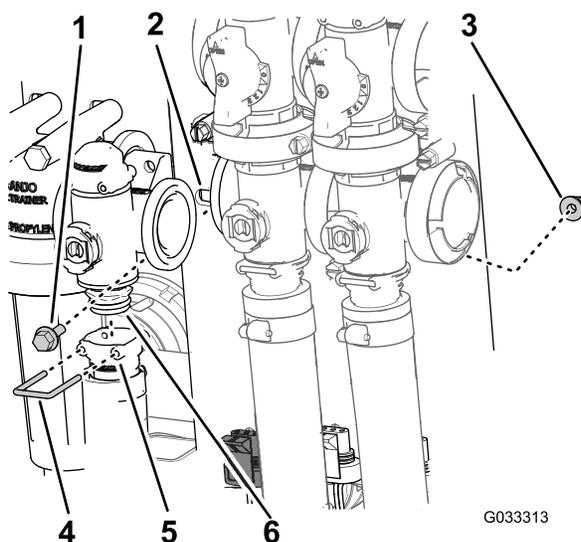

図 69
2. 散布量制御バルブ用のマニホールドに出口フィッティングを固定しているリテーナを外す 図 69。
3. 散布量制御バルブをバルブマウントに固定しているフランジヘッドボルト2本とフランジロックナット2個を外してバルブマニホールドを機体から取り外す 図 69。